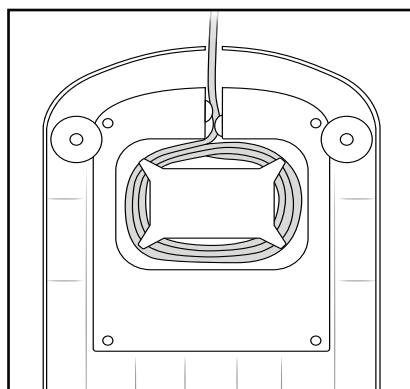

Fig. 6
- Înfășurați cablul de alimentare pe suportul de înfășurare cablu **19** în vederea depozitării (fig. 6).